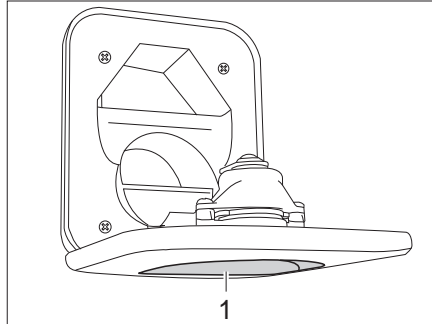

Bild 253 Påfyllningsöppning för färskvatten till toaletten
- Öppna påfyllningsöppningen för färskvatten till toaletten (Bild 253,1) ovanför luckan till Thetford-kassetten och sväng den nedåt.